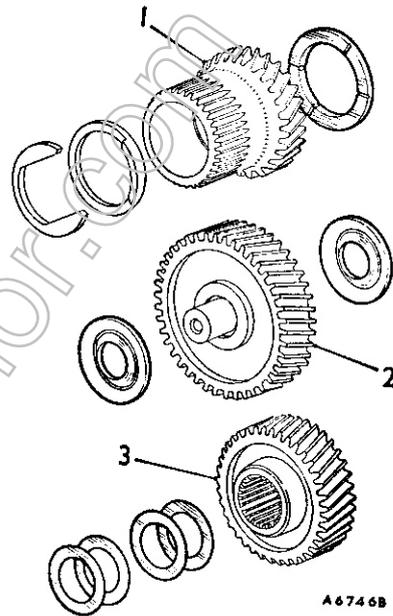

Fig. Aa. 19
dono utili per l' eventuale registrazione (vedi la figura Aa. 19).
39. (a) Montare il numero richiesto di spessori, come calcolato al punto 37, sulla parte esterna dell'ingranaggio secondario (vedi Fig. Aa. 19).
- (b) Montare una rosetta su ogni lato dell'ingranaggio intermedio (vedi Fig. Aa. 19) come calcolato al punto 38.